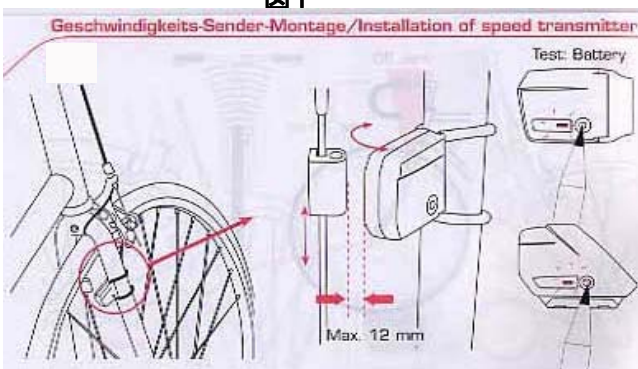

図3
- 2: DTSセンサーとマグネットの隙間は12mm以内として下さい。(図3参照)
- 5: DTSセンサー及びCADENCEセンサー(付属モデル及びオプションのみ)の本体にバッテリーチェックボタンが装備されています。確認する時は爪や先のとがった物等で押してみてください。一瞬、緑のランプが点灯すればOKです。(図3参照) 点灯しない場合バッテリーが切れている可能性があります、速やかに新しいバッテリーとお取替え下さい。